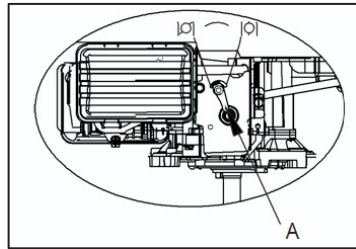

Abb. 2B A. Gashebel
c) Stellen Sie den Gashebel auf die Choke-Position  (Abb. 2B).